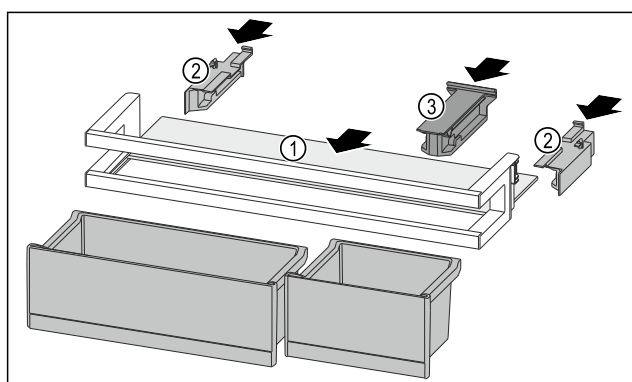

Fig. 205
- Abstellfläche Fig. 205 (1) in die seitlichen Aussparungen einschieben.
- Seitenteile Fig. 205 (2) einsetzen.
- Halteteil Fig. 205 (3) einsetzen.